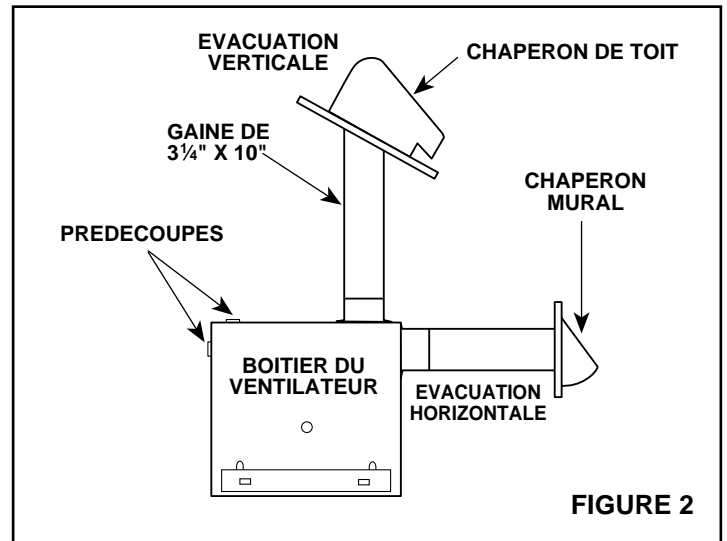

FIGURE 2
3. **Voir Figure 2.** Le ventilateur est prévu pour une évacuation verticale ou horizontale. Choisir l'évacuation qui conviendra.
3. Voir Figure 2 et les instructions de montage comprises avec les chaperons. Installer la gaine standard de 3 1/4 po x 10 po du registre au mur extérieur ou à travers le toit, et monter un chaperon mural ou de toit (en option).